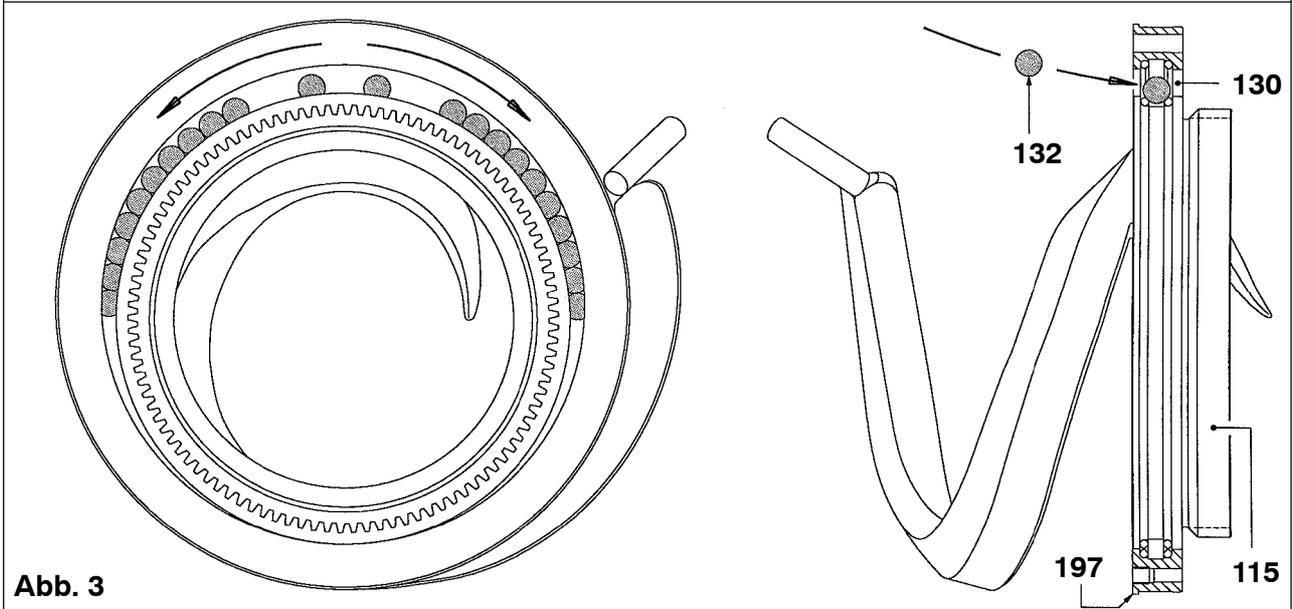

Abb. 3
8. Lagerring (130) auf ca. 80 °C erwärmen.
9. Zubringerkurve (115) in Lagerring (130) einsetzen, dabei Lage von Bund (197) am La-gerring (130) beachten (Abb. 3).
10. Kugeln (132) an der Oberseite einsetzen und gleichmäßig (je 13 Stück) nach links und rechts verteilen (Abb. 3).